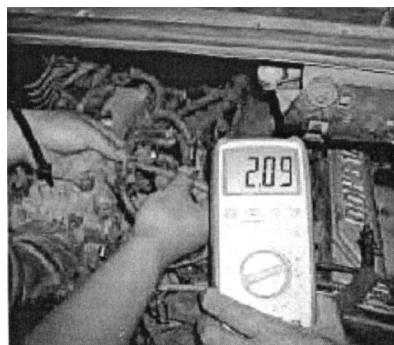

图 6-75 检查信号电压
(2) 检测输出信号电压 如图 6-75 所示, 插回传感器插接器, 起动发动机, 测量传感器输出信号电压, 应为 2~6V。若无信号电压, 则为传感器故障。